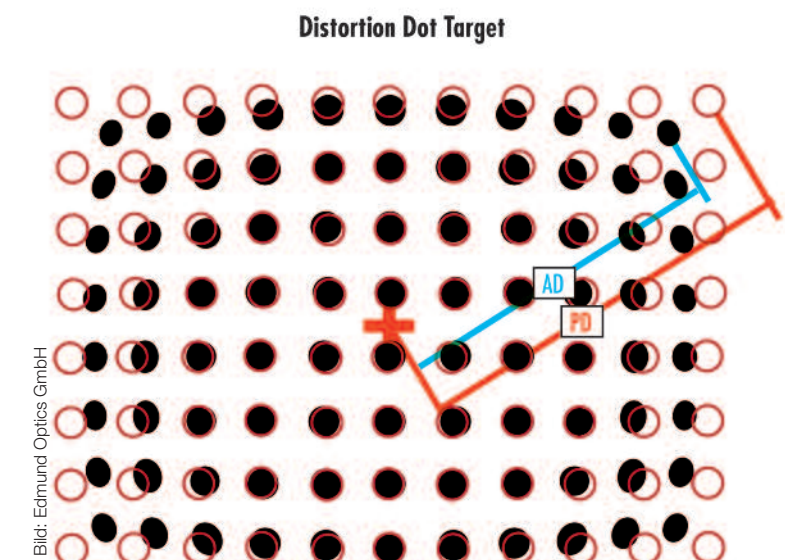

Bild 4 | Quantitative Messung der Verzeichnung am Bildrand mit Hilfe eines Punkt-Targets
len oder die Kalibration eines Stereokamerasystems, empfiehlt es sich daher bei der Auswahl des Objektivs die Verzeichnungskurve zu berücksichtigen und nicht nur den üblicherweise angegebenen prozentualen Abbildungsfehler am Rand des Bildfelds als Entscheidungskriterium heranzuziehen. Dieser wird wie in Bild 4 gezeigt ermittelt. Mit Hilfe eines Verzeichnungstargets, bestehend aus einer regelmäßigen Anordnung von Linien oder Punkten, wird die tatsächliche Position eines Punkts am Bildrand (AD) mit der theoretisch zu erwartenden Position (PD) in Relation gebracht. Die prozentuale Abweichung ergibt sich zu $(AD-PD)/PD$. Die häufiger